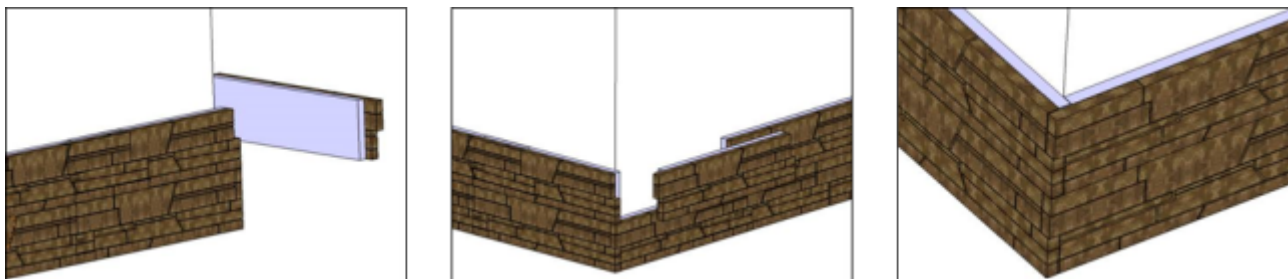

Figure 8a - Angles sortants avec continuité de STONEPANEL / STONEPANEL SKY – éléments d'angles
- soit en utilisant les éléments d'angles (figure 8a),